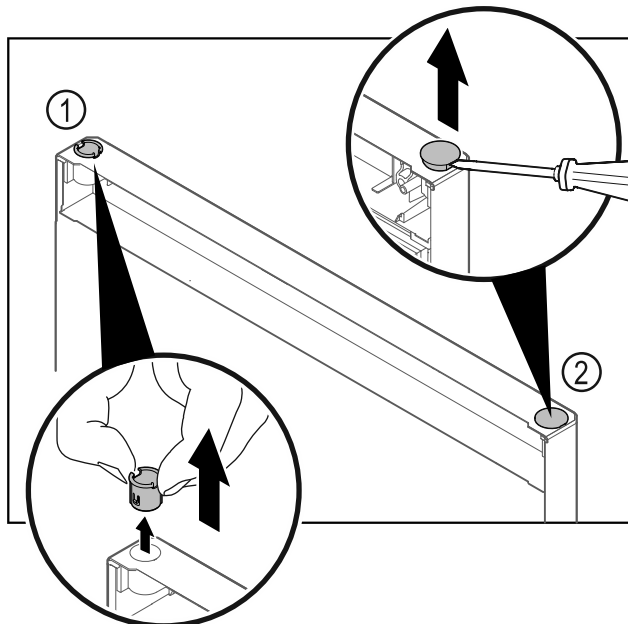

Fig. 20
- Scharnierbuchse Fig. 20 (1) mit den Fingern herausziehen.
- Abdeckstopfen Fig. 20 (2) vorsichtig mit einem Schlitzschraubendreher anheben und herausziehen.